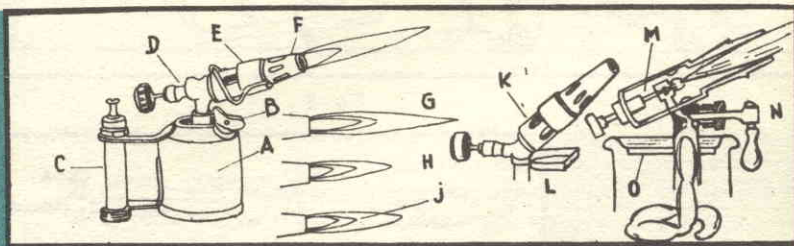
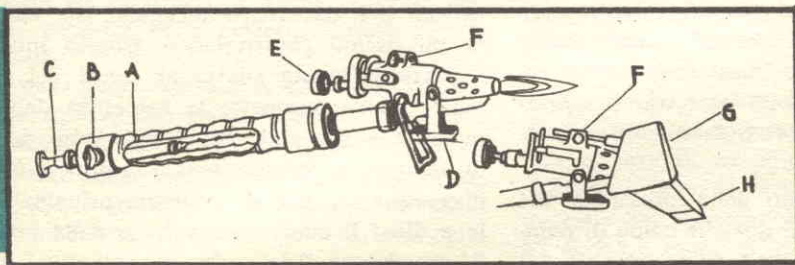

Fig. 11
Fig. 12
sere effettuato mentre il rubinetto-valvola è largamente aperto e le fessure d'ammissione d'aria sono completamente chiuse dall'anello di regolazione (E). Quando la fiamma ha raggiunto la lunghezza massima (fig. 11), aprite l'ammissione d'aria spostando l'anello (E) verso l'estremità avanti al bruciatore. Riducete l'apertura della valvola (D) per regolare la quantità di benzina. Una fiamma molto calda si riconosce dalla sua tinta bluastro, mentre la sua lunghezza è la metà di quella sviluppata durante il riscaldamento. Se, nel caso del lavoro, la temperatura e la pressione all'interno del serbatoio, diminuiscono, voi vedrete che la fiamma si accorcia e perde il suo calore; la saldatura diviene allora più lenta a fondere e ad allargarsi. Ridate al serbatoio la sua pressione normale azionando due o tre volte la pompa (C). Al termine del lavoro, non è sufficiente stringere a fondo la valvola, bisogna anche e soprattutto allentare la pressione interna del serbatoio, aprendo leggermente il tappo di riempimento. Ciò evita il deterioramento prematuro dello stoppino che si trova nel serbatoio, come anche l'ostruzione dell'ugello. Quest'ultimo deve venir pulito con l'ago dopo ogni uso e soprattutto prima che si sia completamente raffreddato.
Avrete notato che questa lampada è sprovvista di penna, per cui numerosi lavori di saldatura non si possono realizzare. E' pertanto consigliato, al dilettante che non si trovi di fronte a pesanti lavori di saldatura, di preferire una lampada combinata ad un ferro, che si trova in commercio sotto la forma presentata alla fig. 12. Essa è provvista di tutti gli organi della lampada a benzina (fig. 11), ma ha in più una penna mobile (H) fissata sul corpo del bruciatore da un collare a vite (F). Non dimenticate di chiudere a fondo la valvola (E) al momento di riempimento di benzina del tappo (B). L'avviamento ed il riscaldamento del bruciatore si ottengono dalla combustione di una piccola quantità di benzina od alcool nella vaschetta (D). Appena il riscaldamento sarà sufficiente, aprite la valvola per dar fuoco all'ugello che emetterà un fischio caratteristico. Questo modello è particolarmente adatto ai lavori del dilettante, inoltre permette la saldatura dell'alluminio. Sia che si tratti di una lampada che di un ferro a benzina, tenete sempre a vostra disposizione i ferri di ricambio principali, vale a dire: il cuoio e la valvola della pompa, il premistoppa del rubinetto-valvola e l'ago per sturare l'ugello. Quando, al termine del lavoro, si lascia cadere la pressione interna svitando il tappo (B) la lampada deve essere precedentemente spenta con la chiusura della valvola.